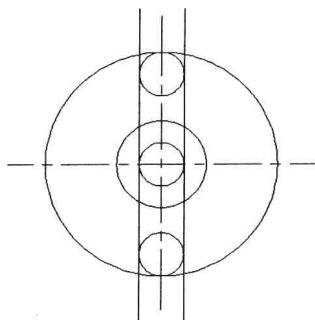
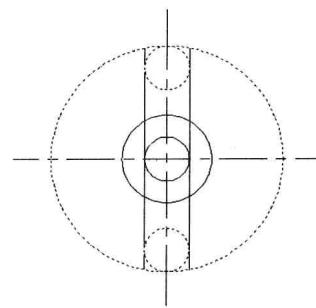

图 4-5-13
图 4-5-14
(1) 双击素材文件“4-5-4.dwg”，打开盘件未完成的平面图，如图 4-5-13 所示，单击“常用”选项卡，在“修改”面板中单击“修剪”按钮 ，或者选择菜单命令“修改/修剪”。
(2) 命令行提示“当前设置：投影 =UCS，边 =延伸，选择剪切边...选择对象或<全部选择>”，单击两条垂直的构造线、最大圆和象限点位置的两个圆，被选中的对象会呈虚线显示，将作为剪切边界线，按 Enter 键结束选择边界线。
(3) 命令行提示“选择要修剪的对象，或按住 Shift 键选择要延伸的对象，或[栏选 (F) / 窗交 (C) / 投影 (P) / 边 (E) / 删除 (R) / 放弃 (U)]”，分别单击最大圆以外的构造线部分，该部分线段会根据选择的最大圆作为边界线，被剪切掉，如图 4-5-14 所示。